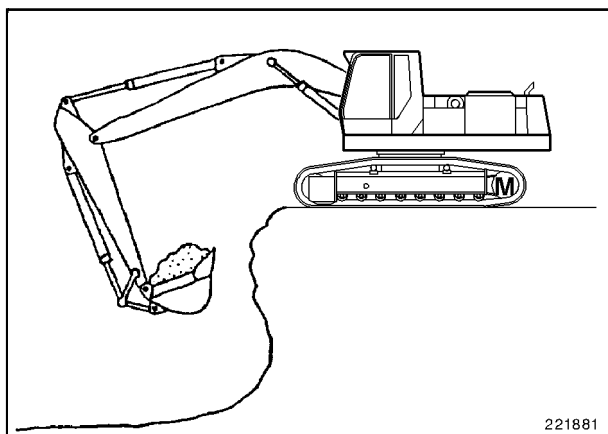

Fig. 12
- Haga seguro que el subsuelo de la obra tiene una capacidad de carga suficiente para soportar el peso de la máquina. Al trabajar cerca de un punto de excavación, posicionar la máquina de tal forma que los motores de traslado (M) se encuentren en la parte trasera de la máquina (Fig. 12).